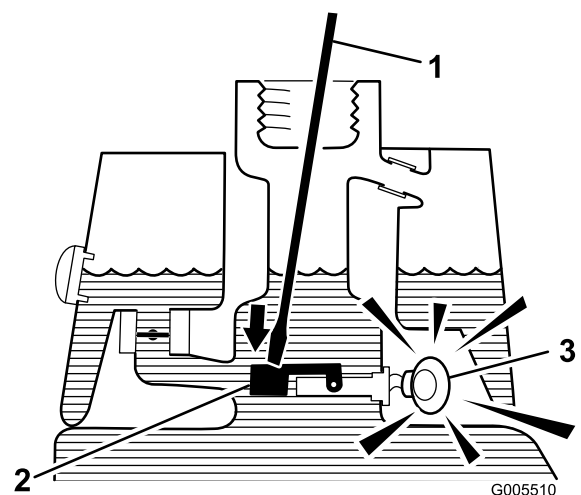

Figura 31
- Insira uma barra ou uma chave de parafusos no bocal do depósito e empurre com cuidado o comutador de bóia (Figura 31). O alarme deverá ser ativado ao fim do período de desfaseamento de um segundo.